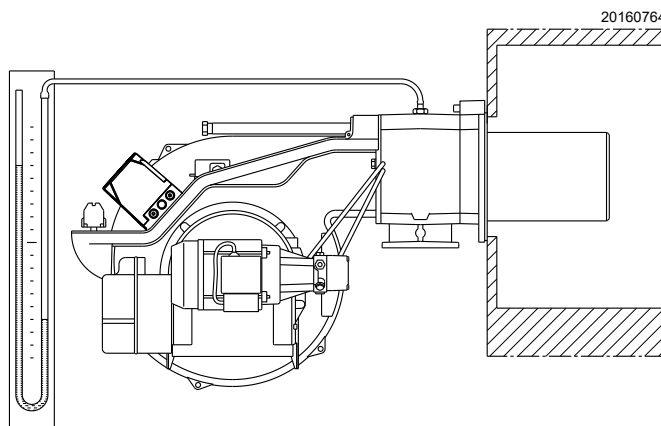

Fig. 35
- Instalar un manómetro de tubo en "U" (Fig. 35) en la toma de presión del gas del manguito.
La llegada de gas al manguito puede observarse en el manómetro en U (Fig. 35).